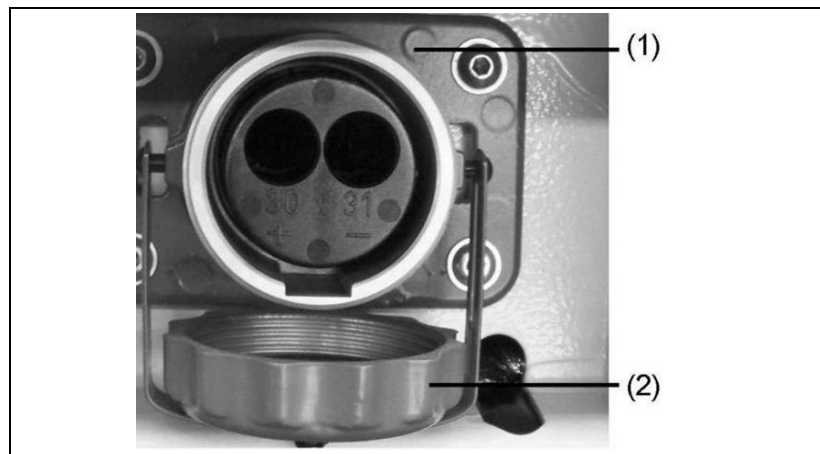

Abb. 5-7: Fremdstarteinrichtung anschließen
1. Abdeckung (Abb. 5-7-(2)) der Fremdstartsteckdose (Abb. 5-7-(1)) abschrauben.